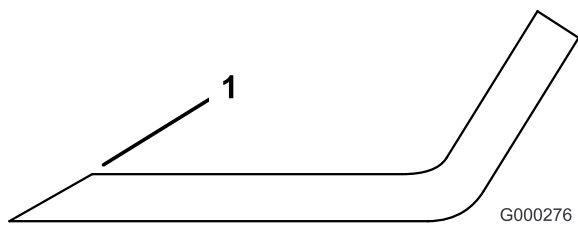

Figure 83
1. Au moyen d'une lime, aiguisez les tranchants aux deux extrémités de la lame (Figure 83) en veillant à conserver l'angle de coupe d'origine. Limez la même quantité de métal sur chacun des deux tranchants pour ne pas déséquilibrer la lame.